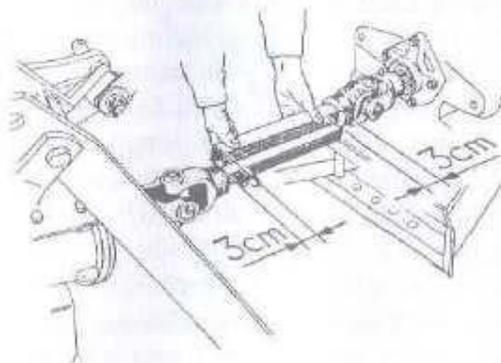

Fig. 06 - Medição do comprimento do cardan
3) verifica-se, então, se existe uma folga de, no mínimo, 3 cm em cada extremidade. Se existir, o cardan poderá ser montado. (Fig. 06).